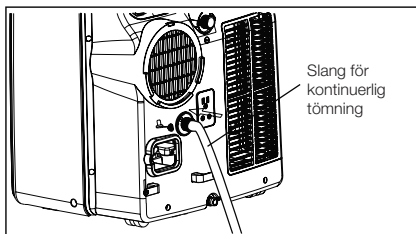

Fig. 26
2. I uppvärmningsläget behöver du ansluta en tömnings slang till enhetens baksida (se Fig. 26)